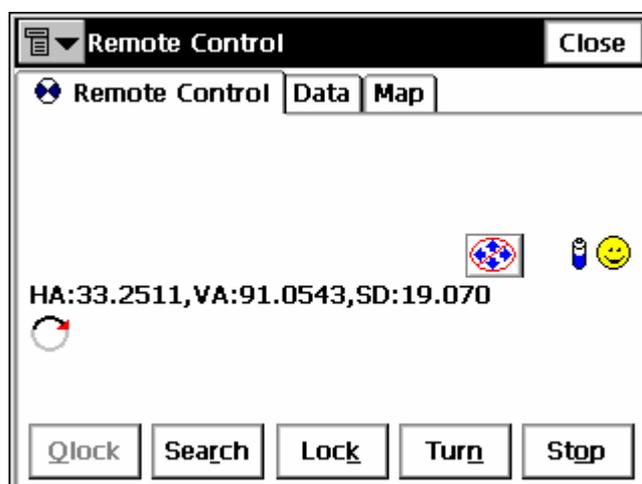

Рисунок 6-29. Дистанционное управление
2. Используя окно **Remote Control (Дистанционное управление)**, Вы можете дать инструменту команду найти цель (с помощью кнопки **Search (Найти)**), зафиксироваться на цели (кнопка **Lock (Закрепить)**), остановить вращение (кнопка **Stop (Остановить)**) или повернуться на заранее заданный угол (кнопка **Turn (Повернуть)**) (рис. 6-29).